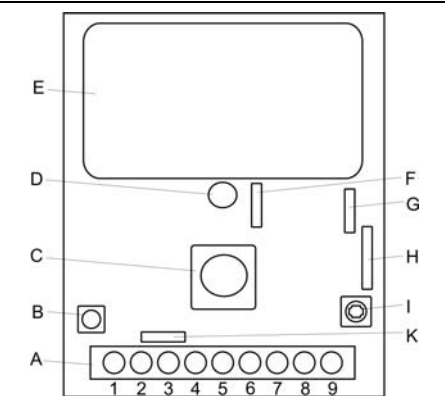

Fig. 1
8. Forbind trådene med tilslutningsterminalerne (Fig. 1).